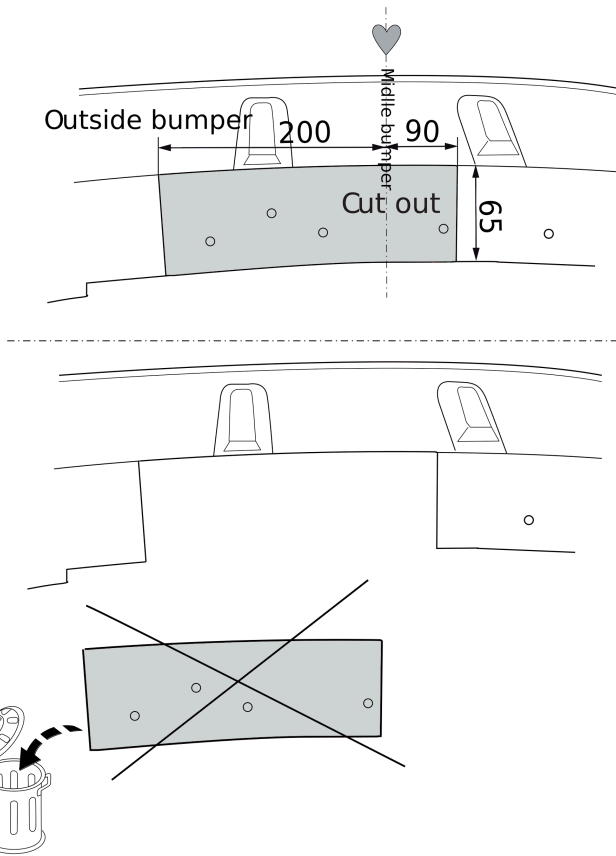

Fig. 2
8. Выпилить часть из бампера в середине снизу, как указано на рис. 2 & 3.